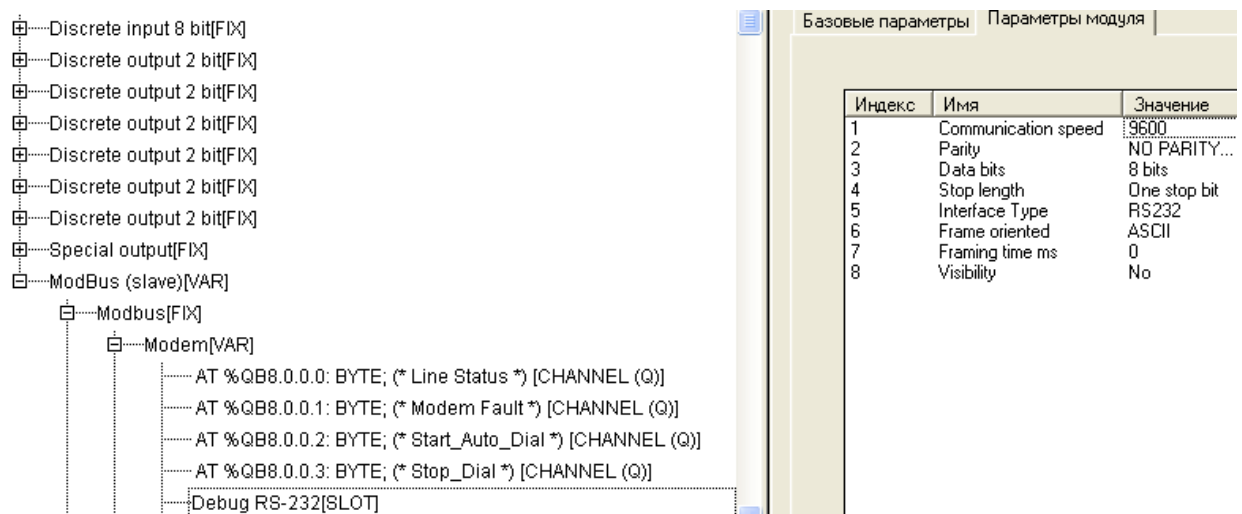

Рис.3 Настройка интерфейса обмена ПЛК и модема (приведен для стандартных настроек GSM-модема ПМ01)
6. Установить параметры выбранного интерфейса в соответствии с настройками модема, на вкладке «Module parameters» (рис.3) .